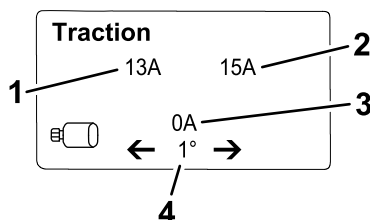

Figura 21
- **Ecran cu informații despre traciune ** (Figura 21): arată unghiul de bracăj curent și amperajul alocat fiecărui motor de traciune.